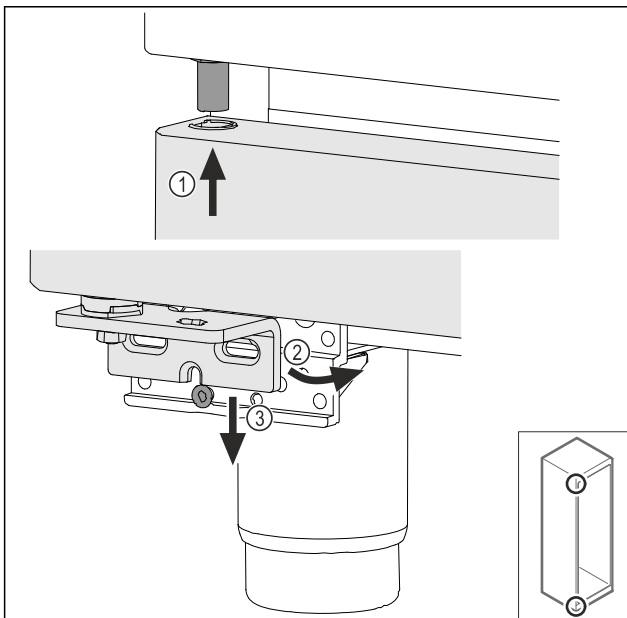

Fig. 39
- ▶ Зачепити двері зверху під нахилом Fig. 39 (1), вирівняти двері прямо Fig. 39 (2) і знизу встановити на гвинт Fig. 39 (3) опорного кронштейну.